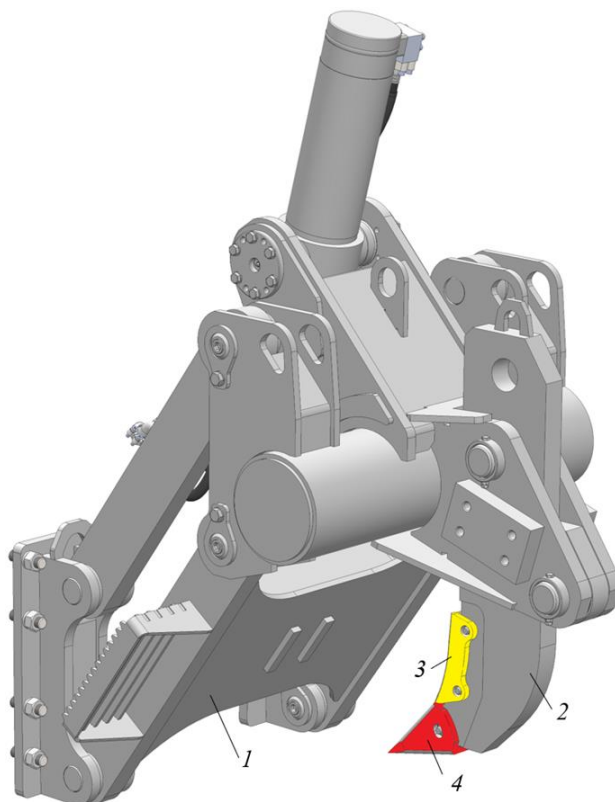

Рисунок 3.139. Рыхлитель в сборе
- Осмотрите коронку и протектор ножа рыхлителя на предмет износа или повреждения см. рис. 3.139.